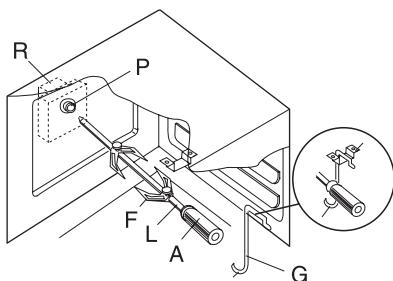

fig. 11
- Steek het gerecht aan de spit (L) en zet het stevig en goed uitgebalanceerd vast met de haken (F). Zie fig. 11.
- Duw de draaispit in opening (P) van de grillmotor (R) en leg hem aan de voorzijde in haak (G). Verwijder handgreep (A).